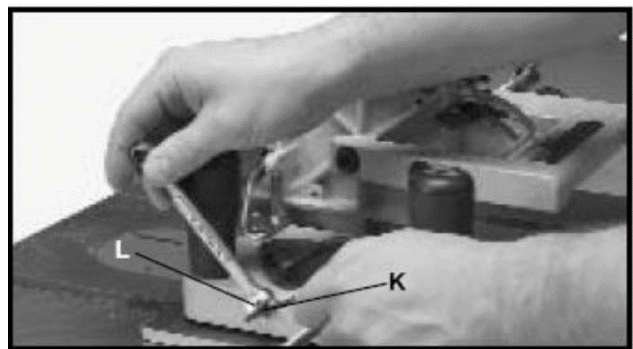

Рисунок 18
10. Поверните установочный болт (K), Рис. 18, по часовой стрелке до упора. Это предотвратит случайное касание вертикального упора (F) и пильного диска. Затяните гайку (L).